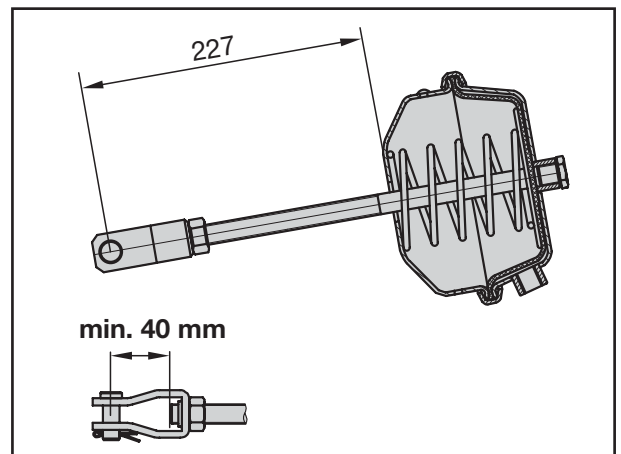

Fig. 2
- [2] Vorgeschriebene Druckstangenlänge zum Zylinderboden einstellen (Freiraum min. 40 mm einhalten, siehe Fig. 2!). Gabelkopf mit Kontermutter zunächst von Hand sichern.